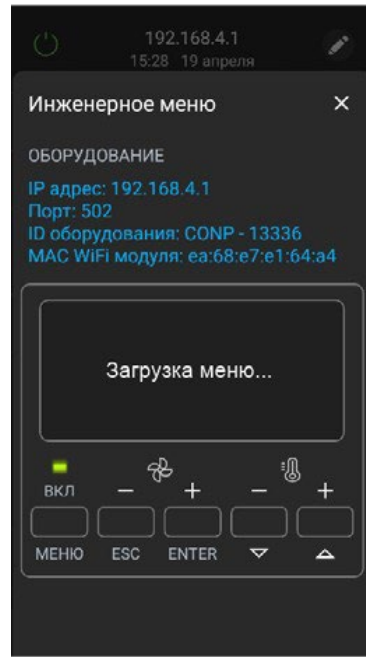

Рис. 8
2. Два раза нажмите на кнопку «ENTER» в нижней части экрана — вы перейдете на экран «Загрузка меню» (см. рис. 8).